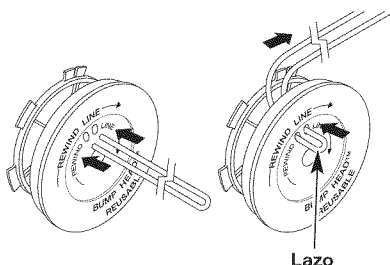

Fig. 17
- Tome aproximadamente 5.4 m (18 pies) de nueva línea de corte, enlázela en dos longitudes iguales. Inserte cada extremo de la línea a través de uno de los dos orificios del carrete interior (Fig. 17). Pase la línea a través del carrete interior de modo que el lazo sea lo más pequeño posible.